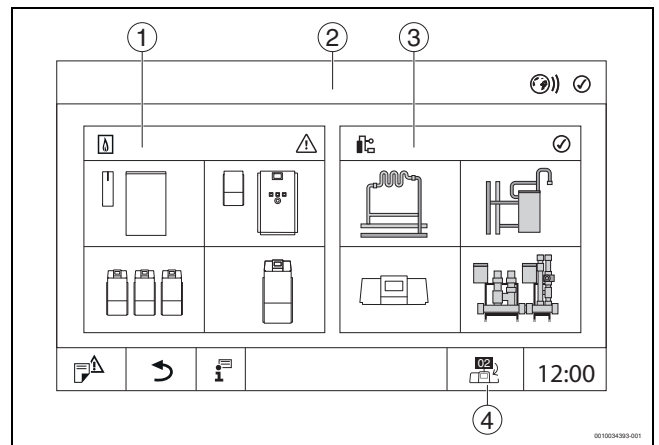

Рис. 4 Обзор системы (пример)
- ▶ коснитесь **Выработка тепловой энергии** (→ рис. 4, [1]).
- ▶ коснитесь **установка** (→ рис. 4, [3]).
- ▶ Коснитесь символа сетевого соединения (→ рис. 4, [4]).